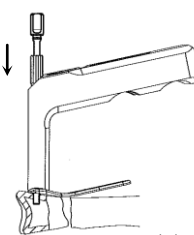

図 3
- 3) 遠位ドリルスリーブを介して遠位ガイドピンスリーブ（ロング）を挿入します。（図 3）